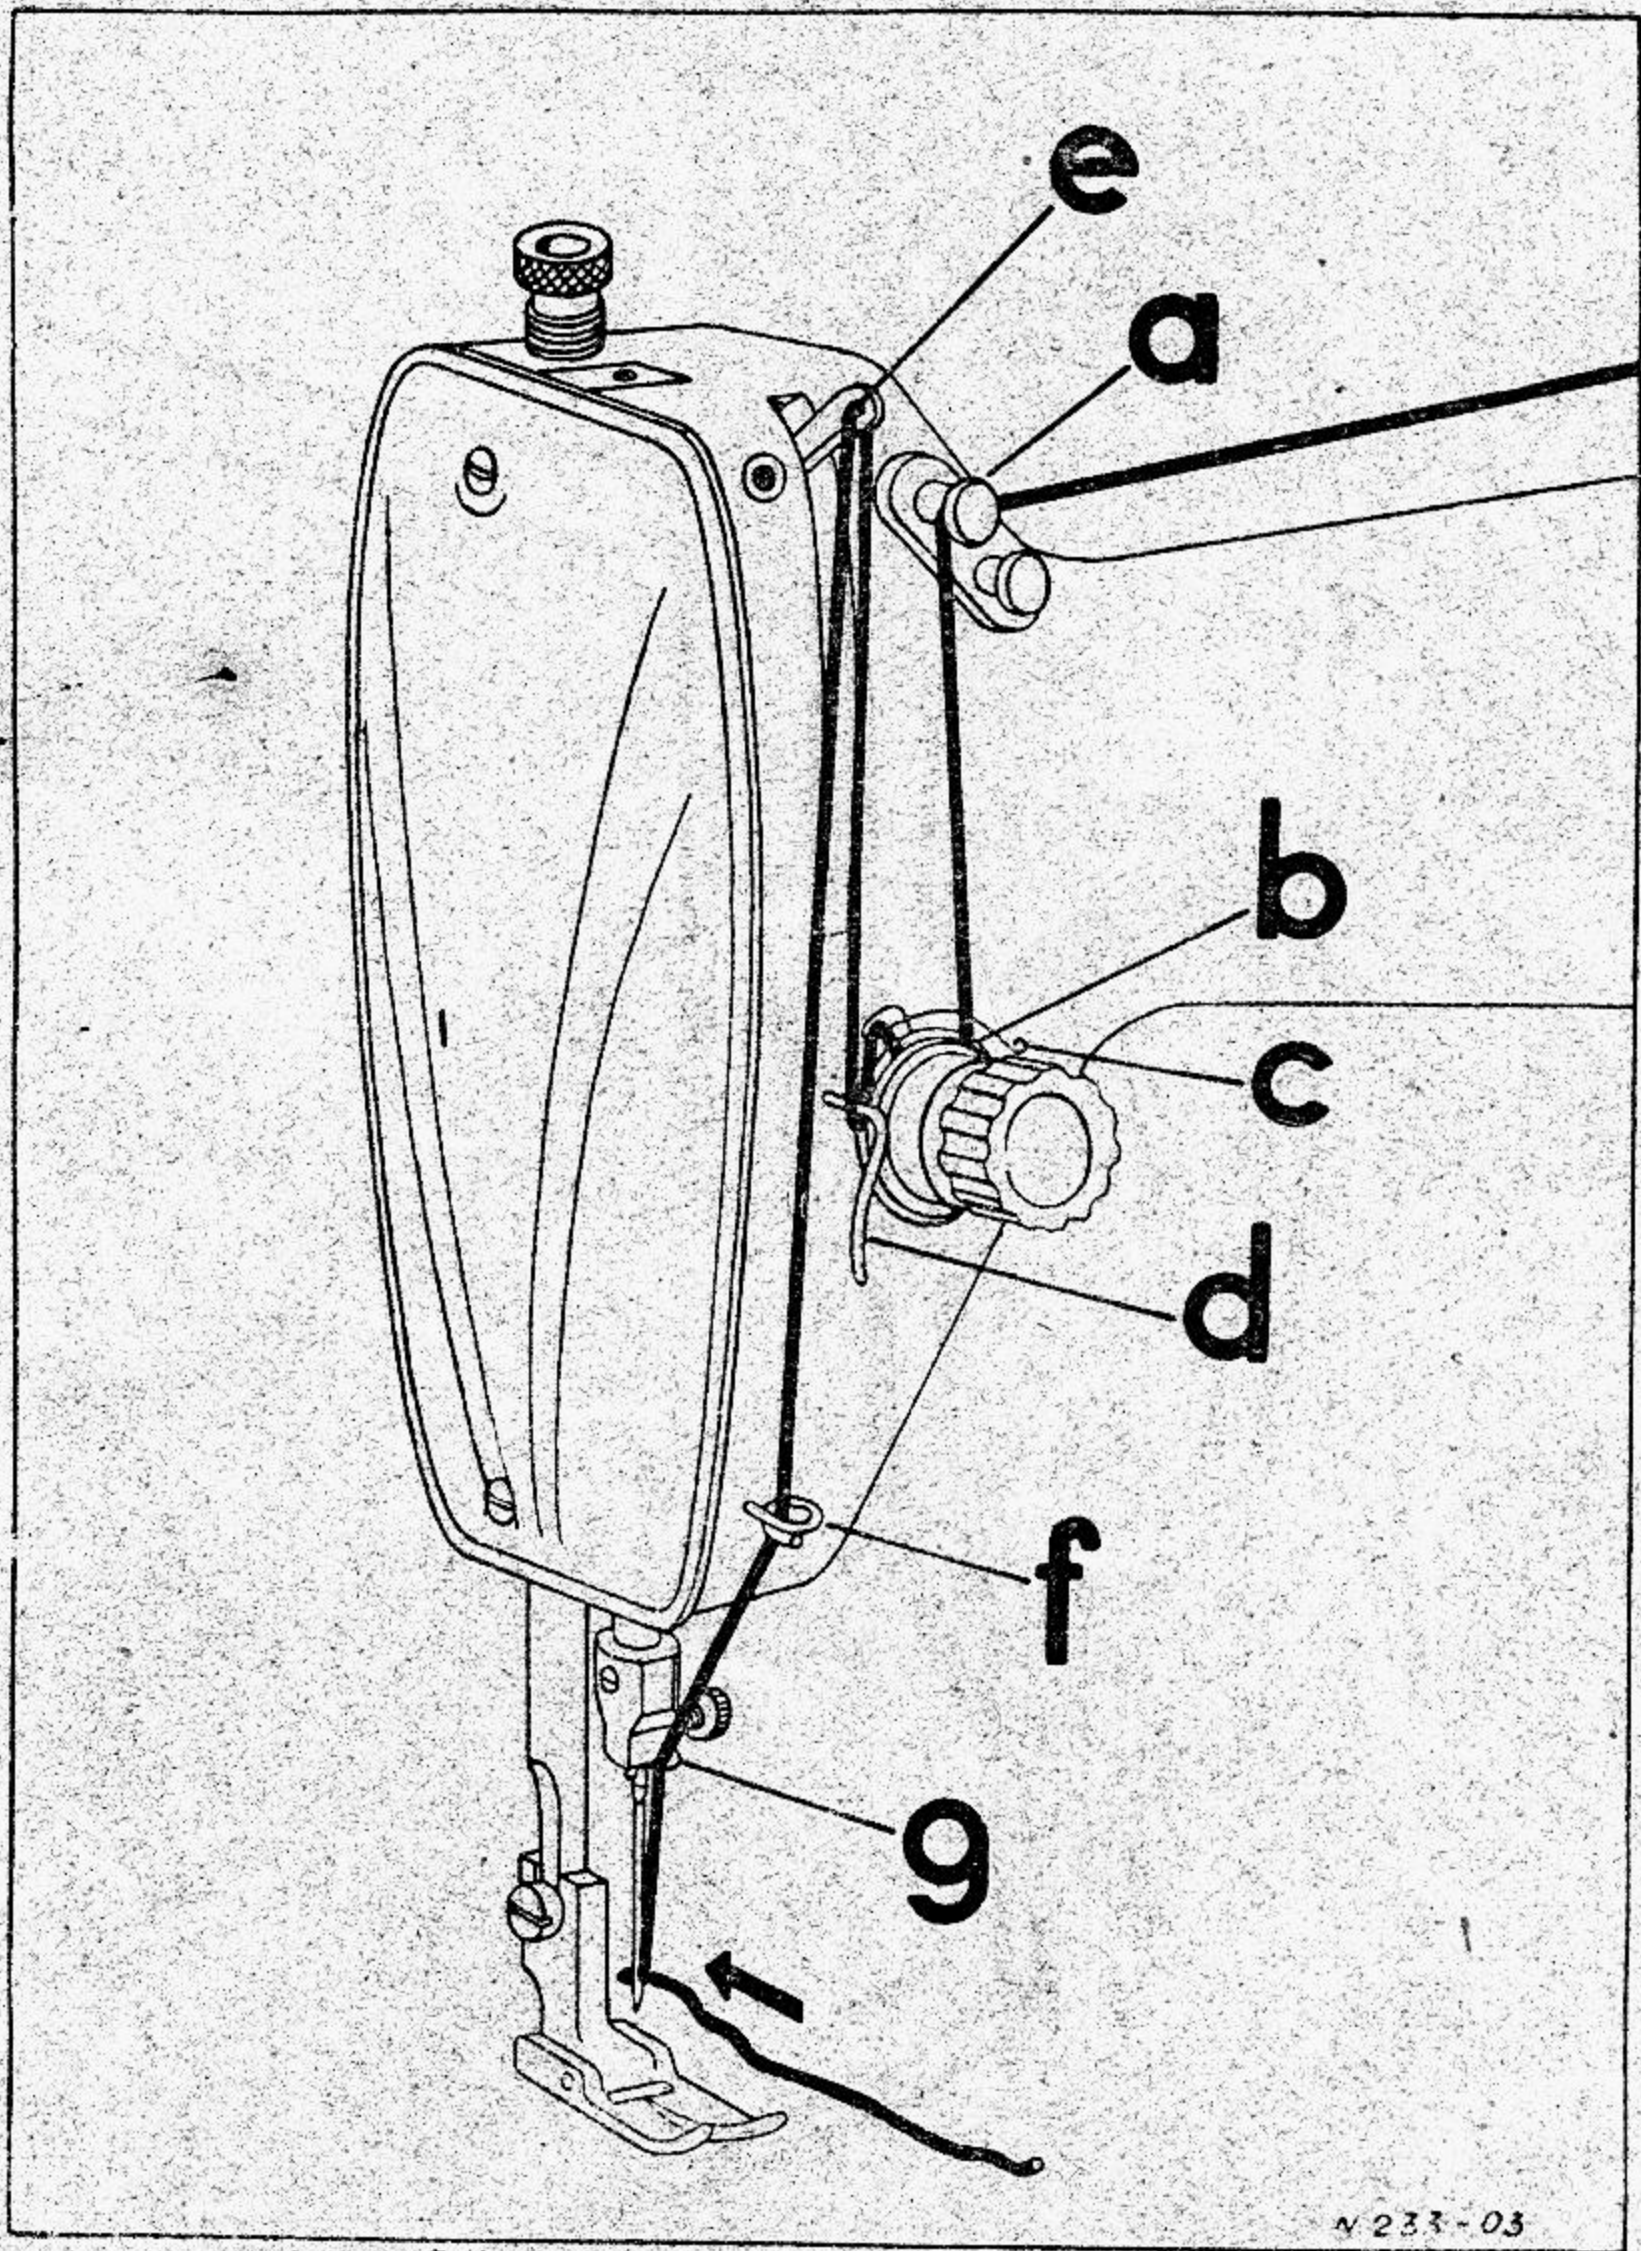

Рис. 3.
**Одноигольная машина.** При заправке нитки стержень лапки должен быть всегда поднят, чтобы тарелочки регулятора натяжения, которые освобождаются выключаящим рычагом, были слегка ослаблены и заправка могла быть проведена с освобожденной ниткой. Катушку ниток насаживают на стержень, отматывают нитку достаточной длины и заправляют ее соответственно рис. 3. Сперва проводят нитку через направляющий прорез А, затем заводят между тарелочками регулятора натяжения В. Протягиванием вверх зацепляют нитку за петлю выравнивающей пружины С и заправляют ее под нижнюю направляющую D. Отсюда проводят ее вверх в ушко нитепротягивателя Е. Затем проводят нитку снова вниз через направляющее ушко Г, далее через нитенаправитель С у иглодержателя и вводят ее в ушко иглы, в направлении указанном стрелкой так, чтобы из иглы выступала нитка около 8-10 см длиной.